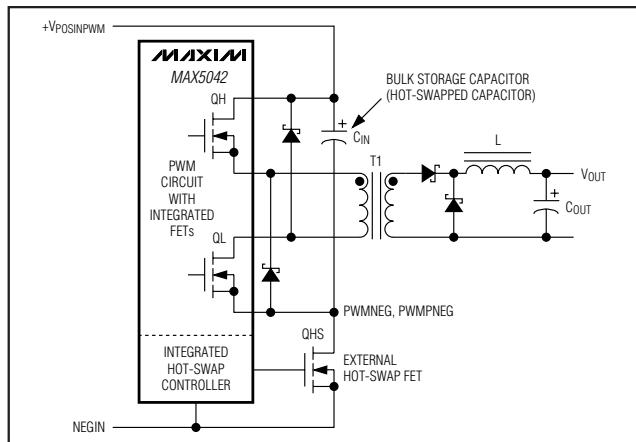
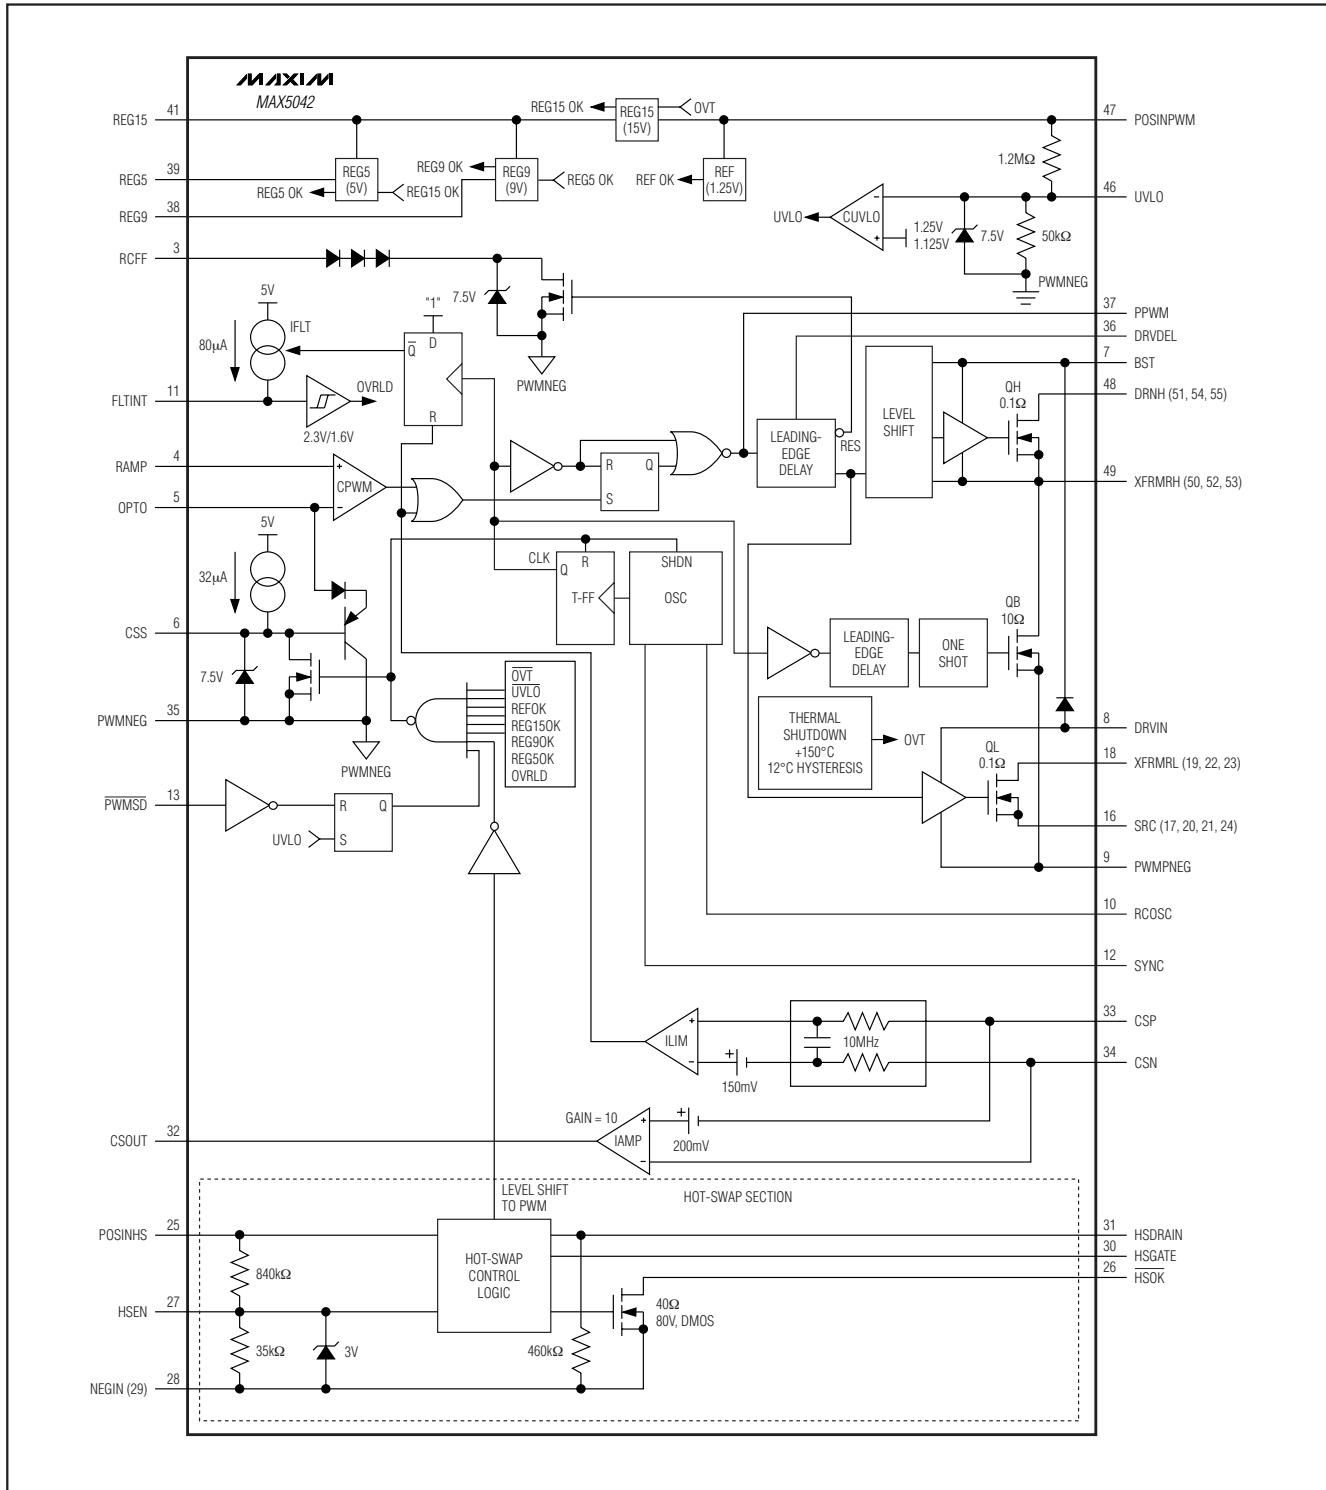

图1. 基于MAX5042的隔离电源框图
图3. MAX5042电源IC原理框图
MAX5042/MAX5043是一个完整的、能够输出50W功率的系统。MAX5042除了PWM和功率MOSFET之外，还包含一个热插拔控制器，热插拔部分需要一个外部MOSFET(QHS)，MAX5042的内部结构如图1所示。 C_{IN} 是PWM电路的输入储能电容，在系统软启动时能够抑制源自背板的浪涌电流。当接有输入电源时， C_{IN} 会完全放电，QHS断开。当所加电压超过热插拔控制器的默认欠压锁定阈值(30.5V)，且持续时间超过165ms(内部导通延迟)时，QHS的栅极电压开始逐渐上升，从而得到受控制的导通摆率，QHS的漏极电压以大约10V/ms的速率下降，对于100μF的 C_{IN} 电容从背板吸入电流近似为1A。QHS MOSFET完全导通后，电容 C_{IN} 两端的电压高于PWM电路的默认启动电压(31V)，热插拔电路激活PWM部分开始工作，进入软启动阶段。在启动过程中，软启动功能可限制变压器初级的吸入电流，避免输出电压出现过冲。
MAX5042和MAX5043的内部结构框图分别如图3、4所示。来自热插拔电路、稳压器、热关断的电源就绪信号与UVLO一起产生内部关断信号SHDN。当关断条件满足时，SHDN会禁用比较器和振荡器，反之则会释放比较器和振荡器，使其正常工作。SHDN的下降沿经过一段延迟时间，以便在PWM脉冲到来之前能稳定建立内部信号。在SHDN下降沿到延迟信号的这段时间内，连接在XFRMRH和PWMPNEG间的10Ω内部MOSFET (QB) 导通，为BST电容充电。启动后，该MOSFET会在每半个周期内导通约300ns，对BST电容充电。
ILIM比较器用于逐周期限流，典型门限为156mV。每当限流比较器(图3、4，ILIM)被触发时，内部故障积分电路开始工作，使FLTINT每次在一个时钟周期内输出80μA电流。用以下公式可近似计算出关断时间所需要的电容值(C_{FLTINT})：
MAX5042内部集成了热插拔控制器，采用MAX5042制作的电源能够安全地插入带电背板，不会造成电源的瞬间失灵。热插拔电路在POSINHS和NEGIN之间操作。MAX5042实现热插拔控制时，外部只需一个N沟道MOSFET。图1和图3是关于热插拔功能的详细说明。